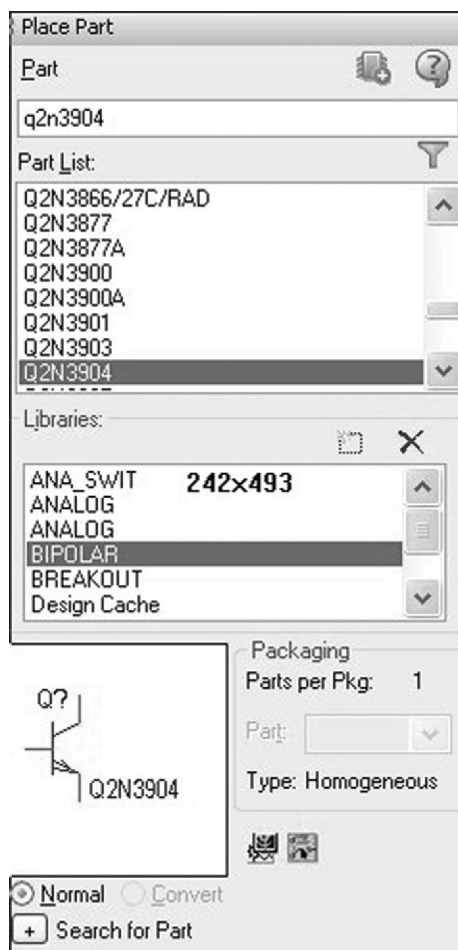

图 3.22 Q2N3904 晶体管的选取
2. 双极型晶体管 **bipolar** 库已经添加到 **Place Part** 放置元件菜单中。如图 3.22 所示，选定 bipolar 库，然后在元件名称栏中输入 Q2N3904（不区分大小写），通过双击 Q2N3904 晶体管使其放置到原理图绘制界面中。